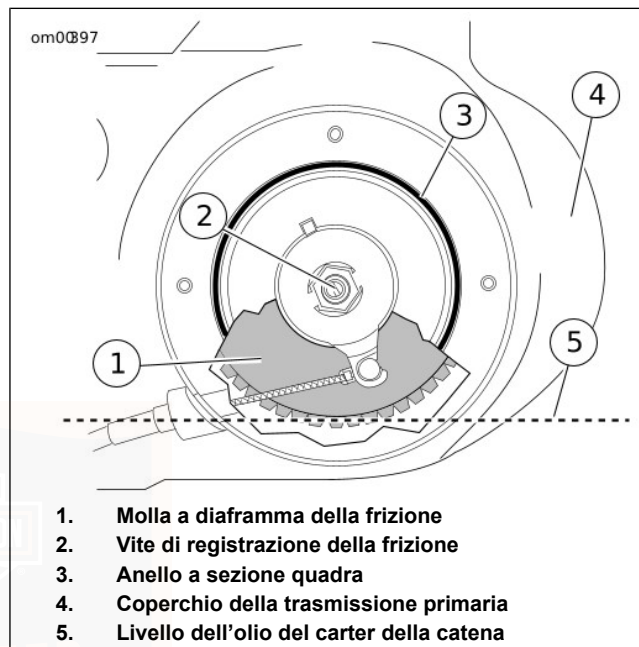

Figura 46. Livello dell'olio del carter della catena
6. Vedere Figura 46. Controllare che il livello dell'olio sia all'altezza della base della molla a diaframma della frizione.
11. Vedere Figura 46. Aggiungere OLIO PER CAMBIO E CARTER DELLA CATENA DELLA TRASMISSIONE PRIMARIA FORMULA+ attraverso l'apertura sul coperchio di accesso della frizione, finché l'olio non raggiunge la base della molla a diaframma della frizione.